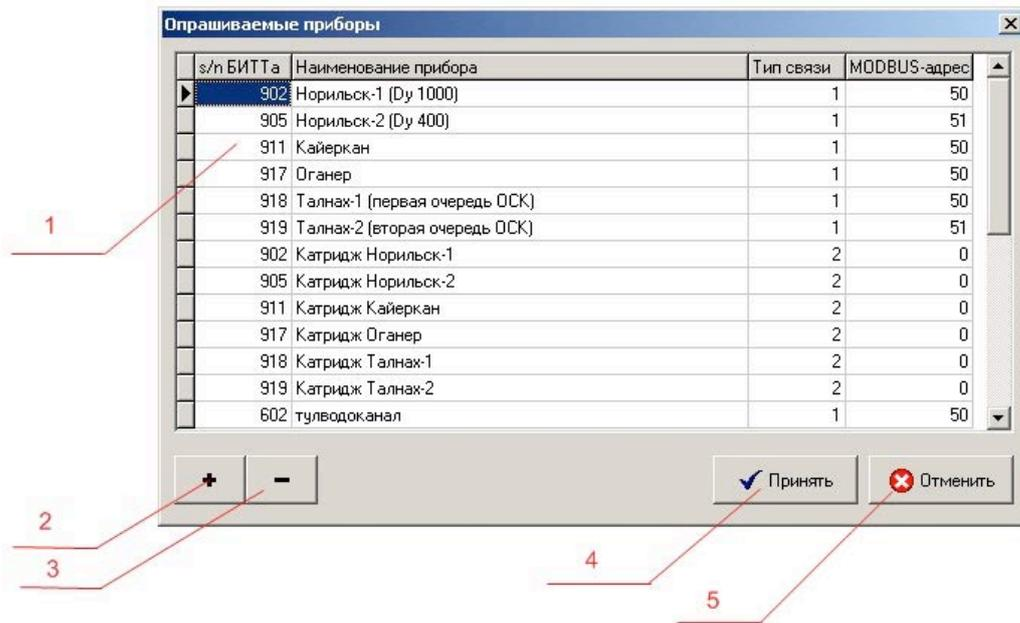

Рис. 36. Форма ввода опрашиваемых приборов
- форма ввода опрашиваемых приборов приведена на рис. 36. Она позволяет настроить программу «Менеджер данных РСБП «СТРИМ» на работу с дополнительными (не установленными изначально) расходомерами. Форма содержит таблицу обслуживаемых приборов (1), кнопки «+» и «-», позволяющие добавить или удалить прибор из списка обслуживаемых программой, кнопки «Принять» и «Отменить», позволяющие принять к выполнению или же отменить сделанные изменения
1.6.5.14. Если на объекте уже установлены РСБП «СТРИМ», то при увеличении парка расходомеров пользователь имеет возможность самостоятельно настроить уже установленную программу «Менеджер данных РСБП «СТРИМ» для работы с дополнительными приборами. Для этого надо зайти в пункт Опции-> Обслуживаемые приборы главного меню программы. На экране отобразится форма ввода, приведенная на рис. 36 . В случае вновь установленной программы таблица (1 рис. 36) может быть пустой или с данными заполненными при поставке программного обеспечения..
Кнопки «+» и «-» (2 и 3 на рис. 36) позволяют добавить новую строку в таблицу опрашиваемых приборов (1 на рис. 36) и удалить строку соответственно. Для добавления нового прибора нажмите кнопку «+» и введите в появившуюся пустую строку таблицы необходимую информацию. В поле «s/n БИТТа» – взятый из паспорта ТТ12.00.000 ПС из комплекта поставки данного прибора серийный номер блока индикации БИТТ-01.